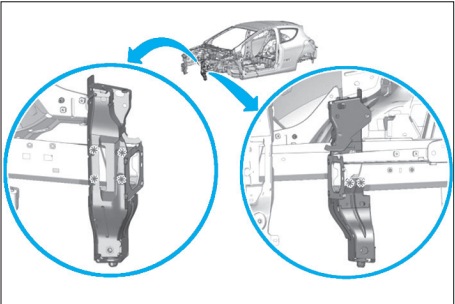

FIG. 5
• Fraiser les points de soudure de l'appui d'armature avant (Fig.5).